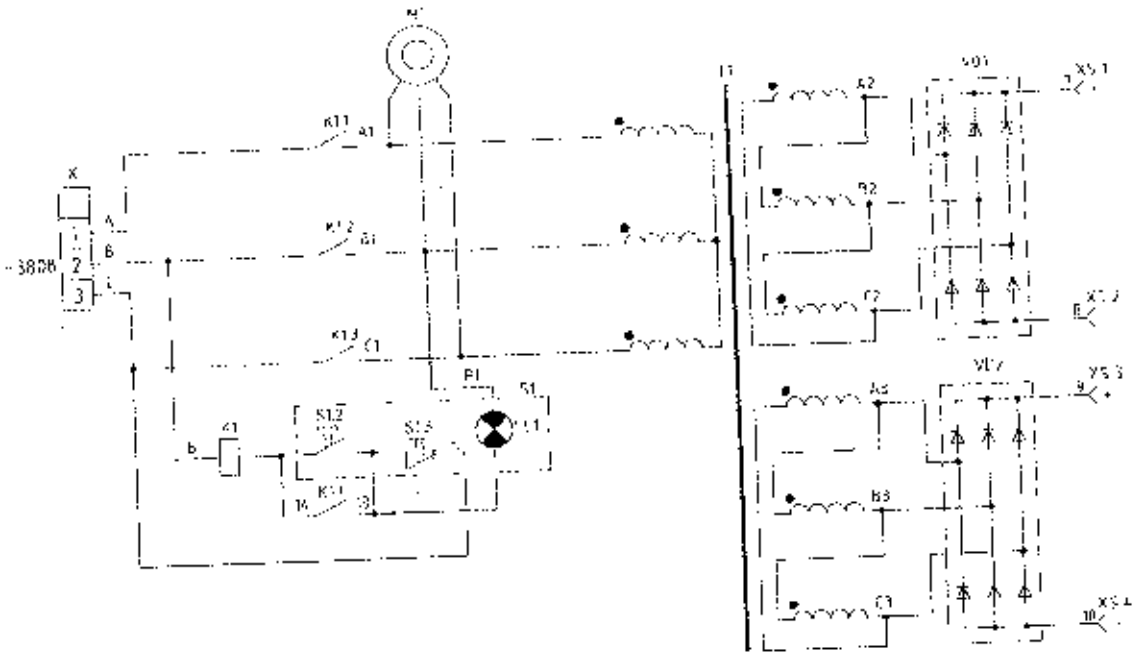

Рис.2
3.2. Принципиальная схема выпрямителя приведена на рис.2 Трехфазный силовой трансформатор Т1 с магнитным шунтом подключен к сетевому кабелю через контакты магнитного пускателя К1. Первичные обмотки трансформатора включены «звездой», а вторичные «треугольником».